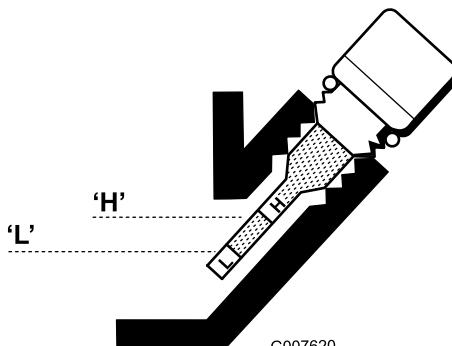

図 35
4. ゲージをウェスできれいに拭き、もう一度差し込む。ゲージはねじ込まずに差し込む。ディップスティックをもう一度抜きとて、オイルの量を点検する。量が不足している場合には、ゲージの読みが H と L の間になるまで、必要量だけオイルを補給する図 35。油量を確認する。入れすぎないこと。